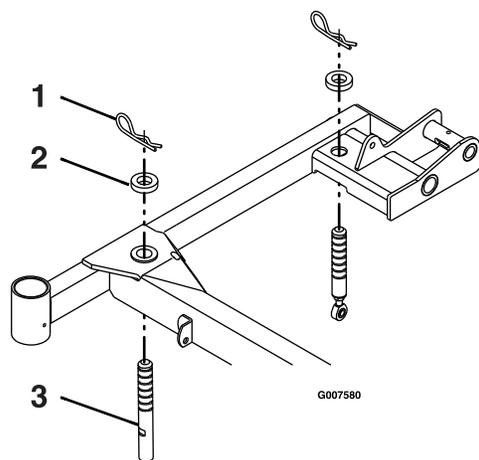

Figura 77
- Verificate che tutte le coppiglie si trovino nei fori dell'altezza del piatto del tosaerba di 7,62 cm con i distanziali sotto le coppiglie (Figura 77).
- Accorciate o allungate ciascun perno di supporto del piatto di taglio per ottenere l'altezza della punta della lama di 7,62 cm nella parte anteriore del piatto e di 8,26 cm nella parte posteriore (Figura 77).